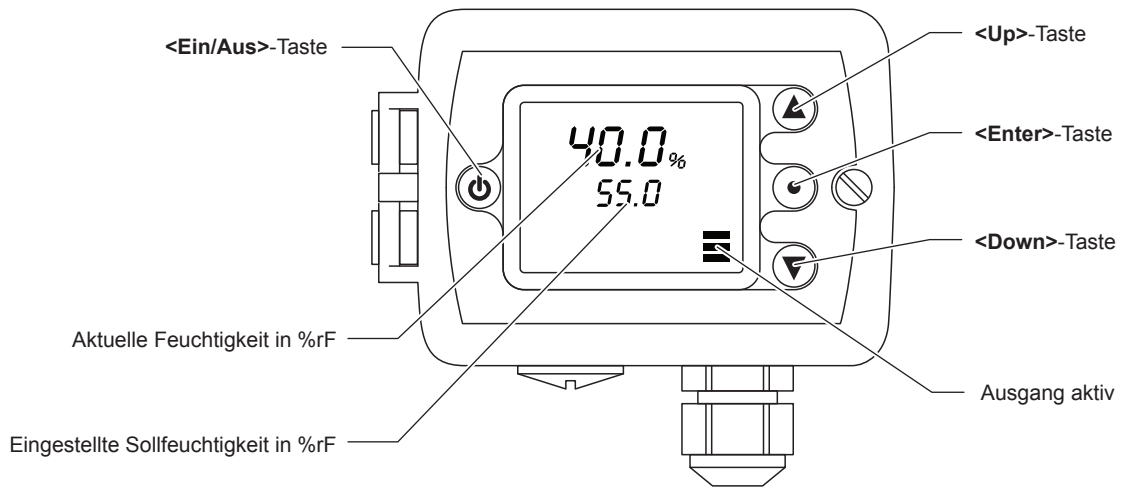

Abb. 47: Bedienelemente Maximalhygrostat
11. Maximalhygrostat einstellen: Wenn die Hydraulikeinheit eingeschaltet ist, erscheint auf dem Display des Maximalhygrostaten die momentan gemessene Luftfeuchte sowie der Sollwert (siehe *Abb. 47*). Ist dies nicht der Fall und ist der Maximalhygrostat korrekt angeschlossen, schalten Sie den Maximalhygrostaten mit der EIN/AUS Taste ein. Stellen Sie anschliessend mit den Tasten ▲/▼ den Sollwert auf 55% (Maximalhygrostat im Abluftkanal eingebaut) bzw. auf 85% (Maximalhygrostat im Zuluftkanal eingebaut) ein.